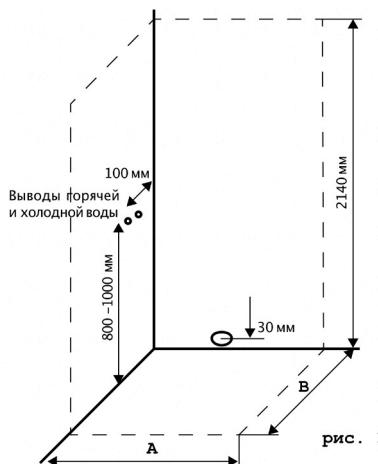

рис. 1
7. Для обеспечения слива воды из поддона канализационная труба должна быть ниже дна поддона. Уровень канализации не должен превышать 30 мм от пола до центра канализационной трубы (рис.1).